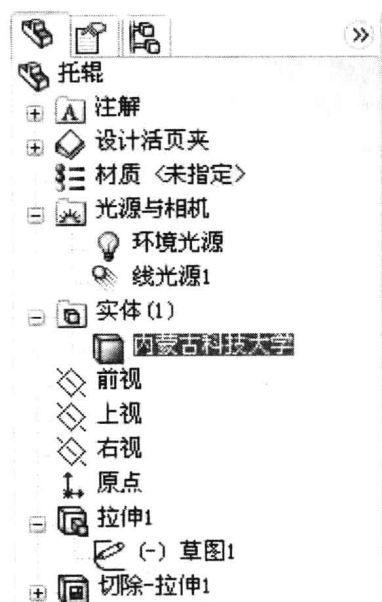

图 1-10 特征管理器设计树更改项目名称
2) 如果更改项目的名称，在名称上缓慢单击两次以选择该名称，然后输入新的名称即可，如图 1-10 所示。